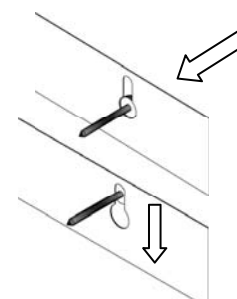

Figura 4
**PASO 3:** Posicione los ojos de la cerradura en la parte posterior de la repisa para chimenea sobre los tornillos. Coloque la repisa para chimenea hacia abajo para asegurarla en su lugar como se muestra en la **Figura 4**.